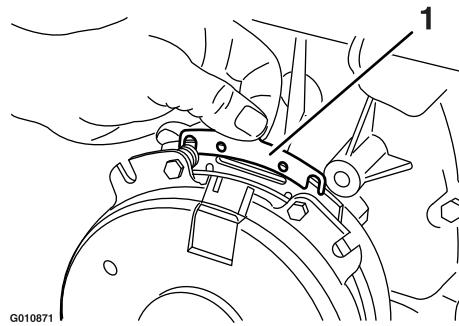

Figura 81
- B. Usando un alicate de punta fina, o a mano, sujeté la pestaña y retire el suplemento (Figura 81).
Retire cualquier acumulación de hierba, suciedad u otros residuos de la rejilla del motor. Esto ayuda a asegurar una refrigeración adecuada y una velocidad de motor correcta, y reduce la posibilidad de sobrecalentamiento y daños mecánicos al motor (Figura 81).